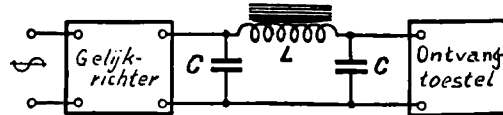

Fig. 87. Een zeeffkring CLC, die geplaatst is tusschen den gelijkrichter en den ontvanger, dient tot „afvlakking” van den stroom.
dan ook een spoel met ijzeren kern (wij hebben immers te maken met een zeer lage frequentie) en met een zeer hoge zelfinductie. Tenslotte voltooiën wij onzen filter (fig. 87) door een tweeden condensator, die dient om de afvlakking te verbeteren. Voorts kan men, als men een uiterst zorgvuldige afvlakking wil hebben, van twee of drie in serie geschakelde zeeffkringen gebruik maken, die samengesteld zijn zooals fig. 87 laat zien. Maar gewoonlijk is na één zeeffkring de stroom voldoende afgevlakt om gebruikt te worden, zonder dat hij aanleiding geeft tot gebrom.
W. — Als je nog eenig restje van begrip van de electriche machines had overgehouden, zou je mij begrepen hebben. Maar dat begrip is heelemaal niet noodzakelijk voor onze radio-studie. Het is genoeg, als je maar weet, dat de gelijkstroom van het net wegens die lichte golfing afgevlakt moet worden, door een filter (zeef), gelijk aan dien van fig. 87. Dit geschiedt, vóórdat de stroom aan de ontvanglampen wordt doorgegeven.